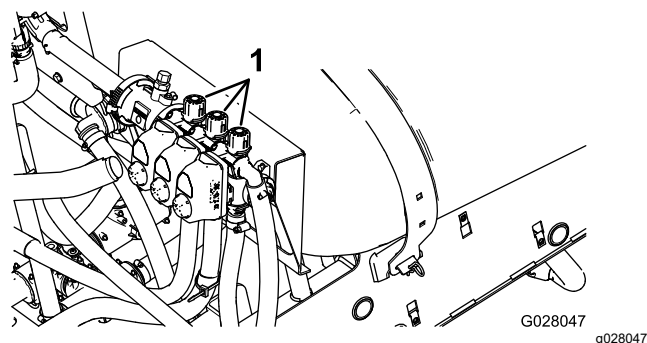

Рисунок 21
2. Выключите левую стрелу и с помощью регулировочной ручки перепуска секции (**Рисунок 21**) установите давление на предварительно отрегулированный уровень (обычно 2,75 бара).
4. С помощью регулировочной ручки перепуска правой секции (**Рисунок 21**) установите давление на предварительно отрегулированный уровень (обычно 2,75 бара).
6. С помощью регулировочной ручки перепуска средней секции (**Рисунок 21**) установите давление на предварительно отрегулированный уровень (обычно 2,75 бара).